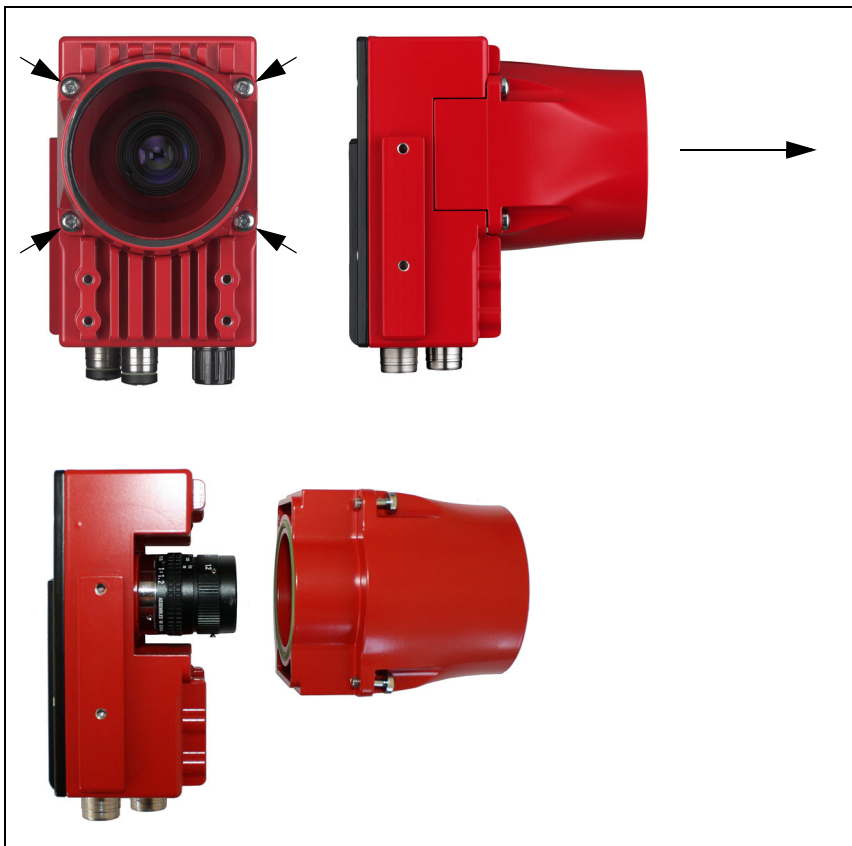

Figura 4.8: Sostituzione dell'obiettivo con apparecchi con C-mount
- ↳ Allentare innanzitutto le 4 viti con testa a croce del copriobiettivo e sollevarlo in avanti come mostrato in figura 4.8.